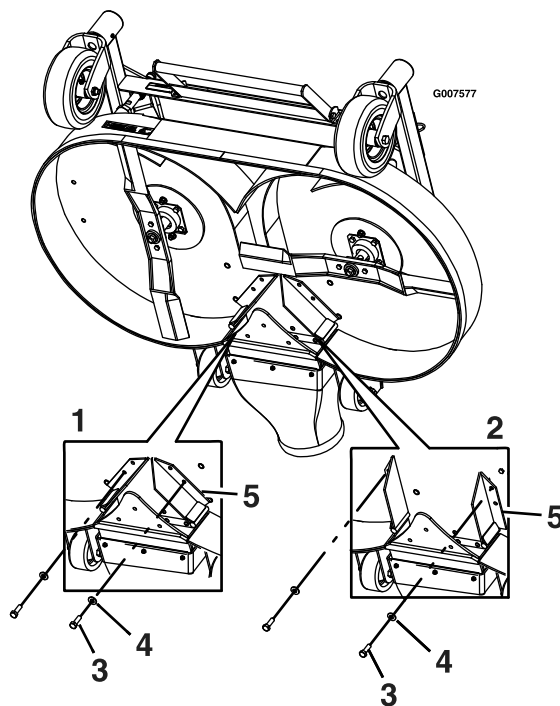

Figure 25
7. Retirez le boulon et la rondelle à l'avant de chaque déflecteur FRS (Figure 25).